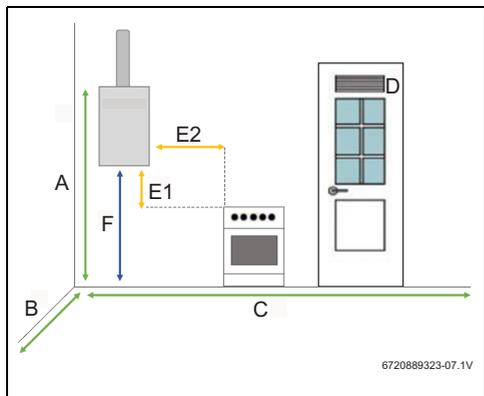

Fig. 9 Distâncias mínimas
- ▶ Respeite as medidas mínimas de instalação indicadas na Fig. 9.
- ▶ Assegurar bom acesso para eventuais manutenções, respeitando as distâncias mínimas indicadas na Fig. 9.